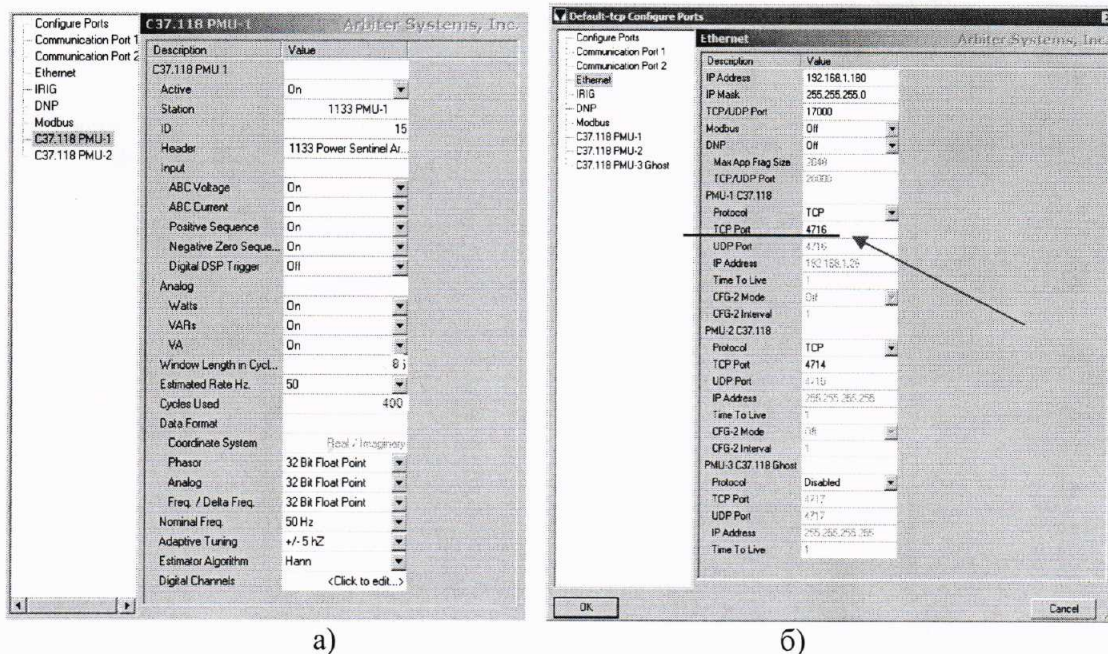

Рисунок 3
7.3.4.9 Задать параметры конфигурации порта Ethernet, рисунок 3б). Из ниспадающего списка для PMU-1 C37.118 выбрать протокол TCP и записать номер TCP порта (4716, рисунок 3б)) определенный ПО PSCSV™, (номер TCP порта необходим для связи со счетчиком 1133А в программе UVITest) и нажать кнопку ОК для записи параметров в память счетчика 1133А.